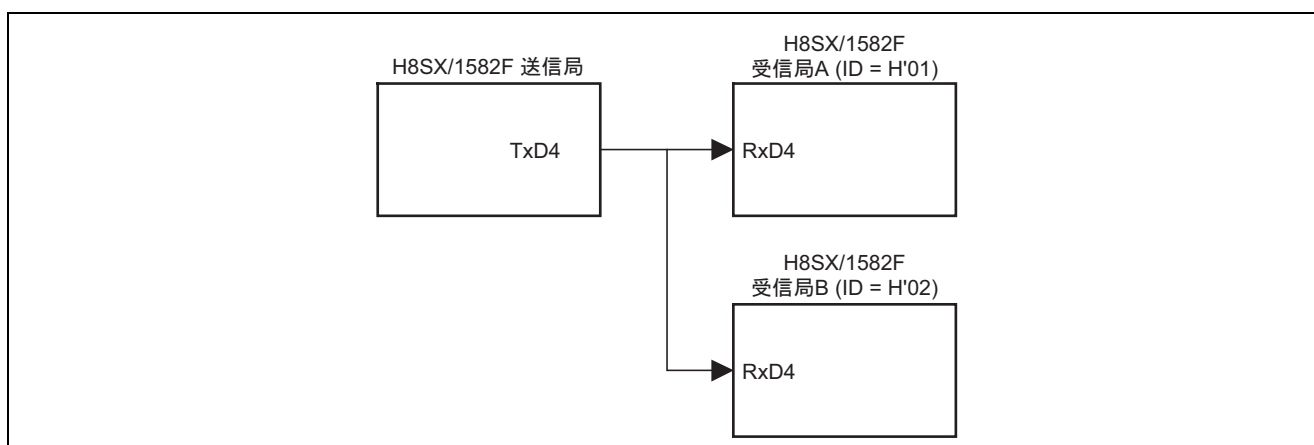

図 1 マルチプロセッサフォーマット通信を使用したプロセッサ間通信
- マルチプロセッサフォーマット通信を使用したプロセッサ間通信の接続例を図 1 に示します。